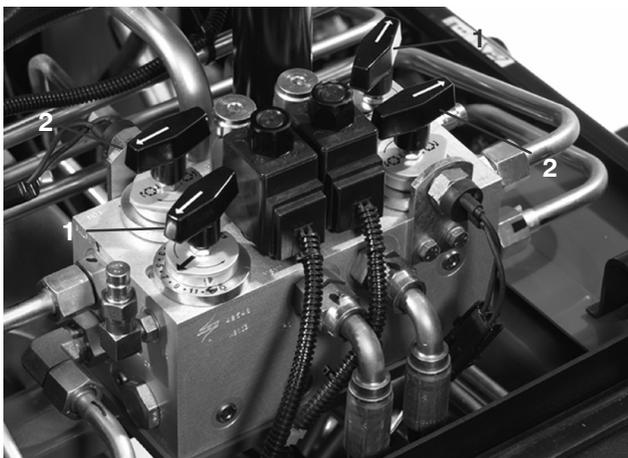

Bild 71
3. Machen Sie die Spindeldrehzahl-Handräder und Schärfen-Handräder (Bild 71) ausfindig. Drehen Sie die gewünschten Schärfen-Handräder auf SCHÄRFEN sowie das gewünschte Spindeldrehzahl-Handrad auf „1“.